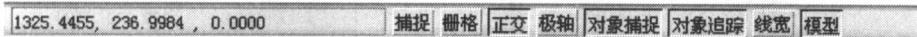

图 1-1-7-1 状态栏
状态栏位于命令提示区的下方，主要用于显示当前光标的坐标，还用于显示和控制捕捉、栅格、正交、极轴追踪、对象捕捉、对象追踪、线宽显示的状态(被按下时为开)，如图 1-1-7-1。
- ✓ 捕捉 打开【捕捉】光标只能在 X 轴、Y 轴或极轴方向移动固定的距离，这样有利于光标的精确移动。将鼠标放在“捕捉”上点击右键，在弹出的对话框中选择“设置”，草图设置对话框（如图 1-1-7-2）弹出，在“捕捉与栅格”选项组中可以设置 X 轴、Y 轴或极轴捕捉间距。